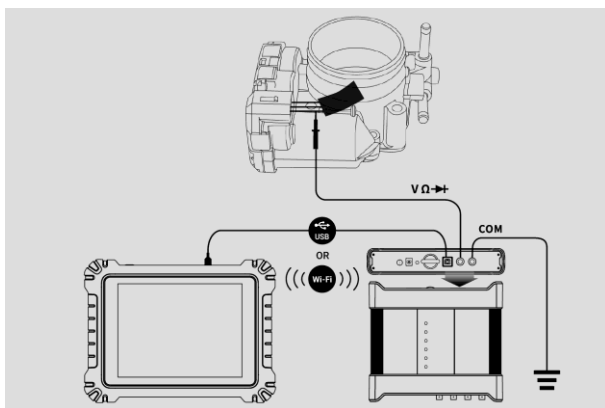

图 9-62 万用表连接示意图
1. 将万用表测试引线或探针端子头插入万用表接口，完成接线步骤（参见图 9-62 万用表连接示意图）。